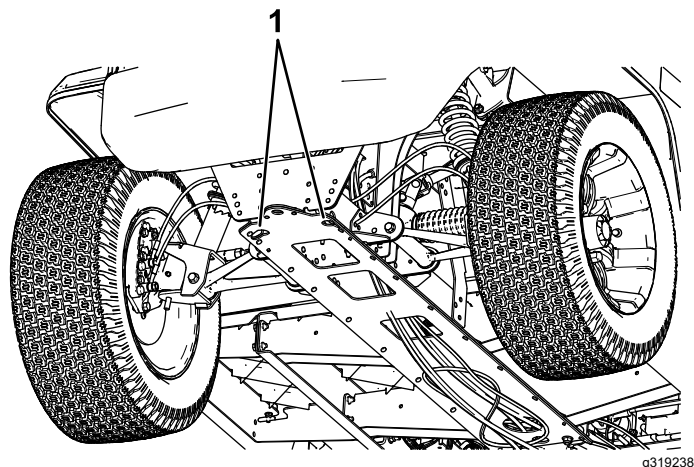
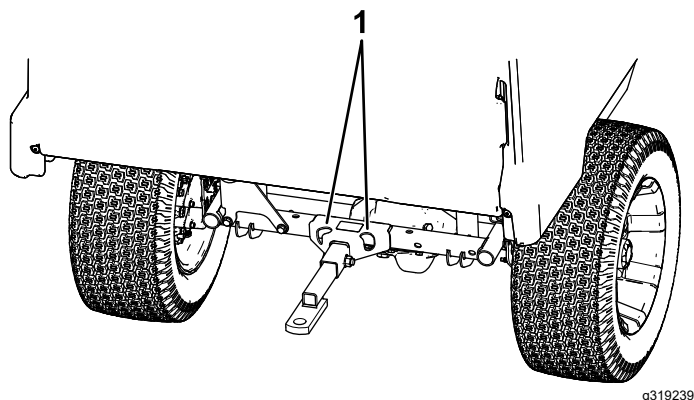

Figura 23
Figura 24
Consulte en Figura 23 y Figura 24 la ubicación de los puntos de amarre de la máquina.
2. Conecte un cable de remolque al punto de remolque, en la parte delantera del bastidor de la máquina (Figura 23).